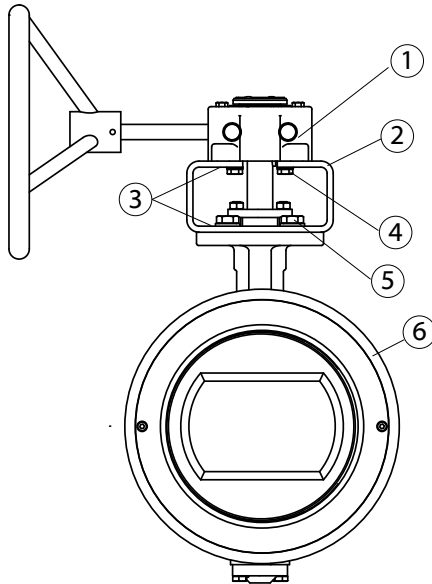

Fig.4-2
Se (→ Fig.4-2) för identifikation av de olika detaljerna. Se också resp. instruktion för den aktuella ventilen som snäckväxeln monteras på.
2. Demontera de fyra skruvarna (→ Fig.4-2/4) och brickorna (→ Fig.4-2/3).
1. Ventil (→ Fig.4-2)/6 och snäckväxel (→ Fig.4-2/1) skall vara i sina resp. stängda lägen.
2. Montera konsolen (→ Fig.4-2/2) på ventilen (→ Fig.4-2/6) och drag åt skruvarna (→ Fig.4-2/5).
4. Montera låsbrickor (→ Fig.4-2/3) och skruvarna (→ Fig.4-2/4).